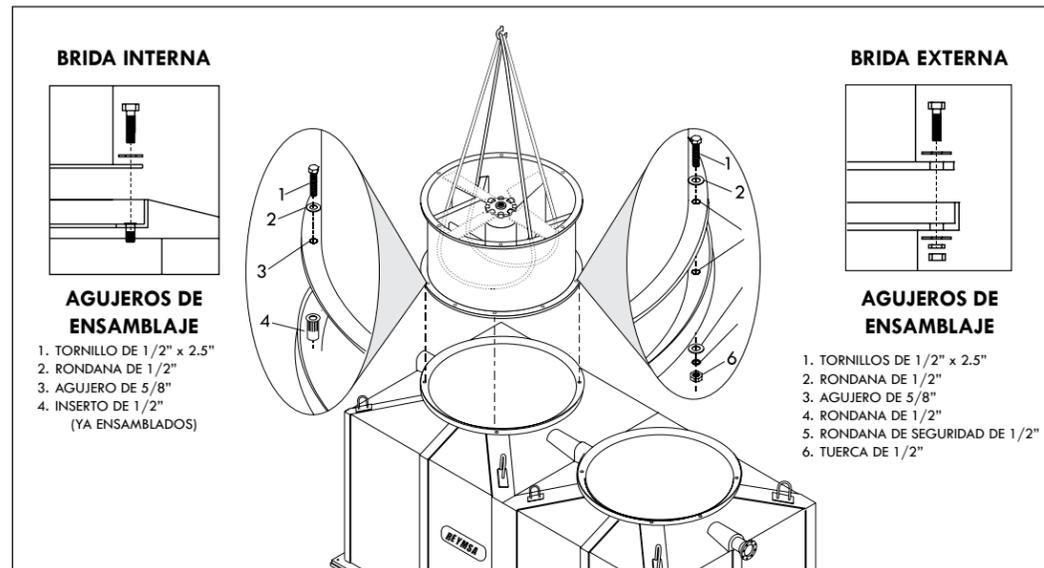

Figura A-16: Instalación del ducto en una torre de dos ventiladores
- K. Remueva la protección del ventilador. Luego coloque dos correas en forma de cuna para sujetar la base del ventilador (como se muestra en la Figura A-16) para que pueda levantar el ducto con una grúa y ensamblarlo.
- L. Identifique cada ducto, están marcados con un número en el interior del borde inferior. Este número debe coincidir con el número en la brida receptora para que la instalación sea correcta. Ahora coloque el ducto del ventilador 1 en la brida correspondiente en la cima de la torre (ver Figura A-16); asegúrese de que los agujeros de los tornillos y las marcas dentro del ducto y la brida receptora están alineados (ver Figura A-17). Asegúrelo con la tornillería de acero inoxidable suministrada por REYMSA. Hay dos tipos diferentes de bridas, cada una tiene sus propias piezas de ensamblado (ver Tabla A-3 para verificar el tipo de brida de su torre).